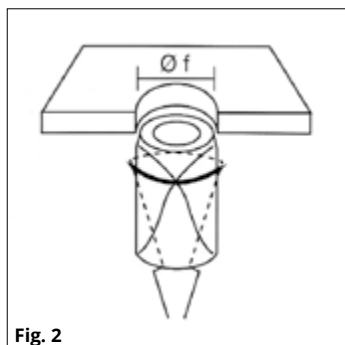

Fig. 2
- Tenendo fermamente i terminali, inserire la copertura attraverso il foro che ospiterà il faretto (Fig. 2).